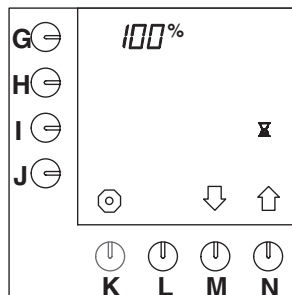

Fig. 46 Pausetid 100%
- Trykk på valgtasten (N.)↑ inntil fig.46 vises på displayet.